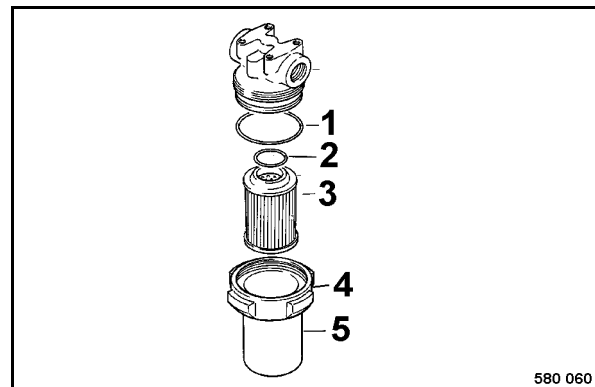

fig. 175
- Dévisser l'écrou-raccord 4 (fig. 175) et retirer le pot du filtre (5) avec l'élément filtrant (3).